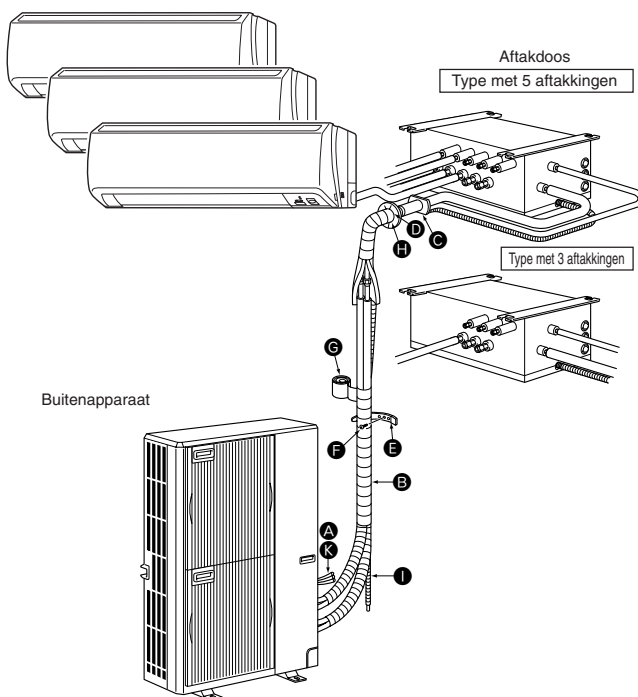

Fig. 2-1
2.1. Voor de installatie (Fig. 2-1)